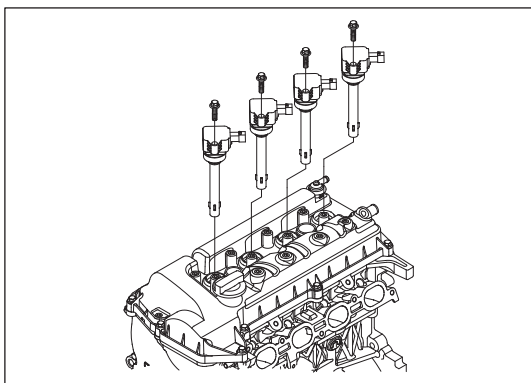

Рис. 12-2-2. Снятие катушки зажигания
- в) Выкрутить катушку зажигания из монтажного отверстия в крышке головки блока цилиндров, как изображено на рис. 12-2-2.